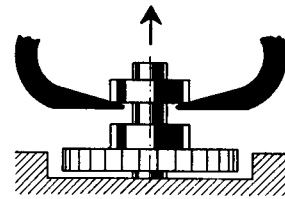
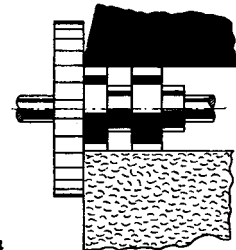
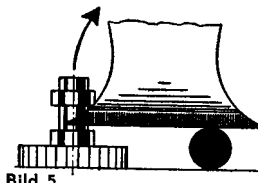

Bild 3
Bild 4
Bild 5
b) Beim Abheben mit einer Beißpinzette (Bild 3) kann Grat entstehen, der später das Stundenrad hemmt, wenn er nicht wieder abpoliert wird (Bild 4). Damit das Rohr nicht schräg abgezogen wird, wobei man die Welle abbrechen kann, sollte - nicht zuletzt zur Schonung der Platine - ein Putzholz oder ein Messingdraht unter das freie Zangenende gelegt werden (Bild 5).